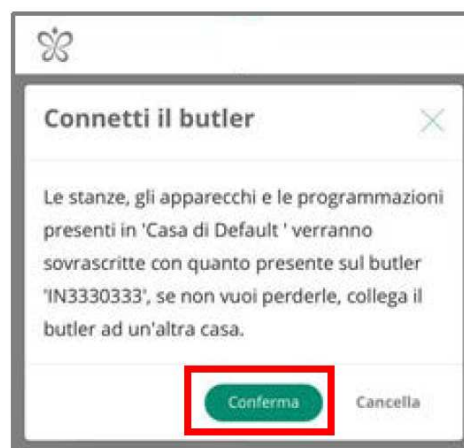

Fig. 7\_8: Avviso prima di aggiunta BUTLER
- Si ripresenta una pagina di ricerca dispositivi (vedere Fig. 7\_9). Questa pagina è quella specifica del BUTLER: esso andrà a cercare tutti gli apparati collegati (solitamente la sola pompa di calore) tramite le proprie porte RS485 (COM1, COM2 e COM3). Avviare la ricerca automatica premendo il pulsante "Inizia" corrispondente